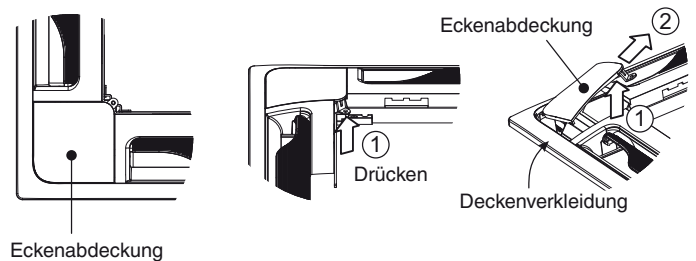

Abb. 7-6
- (2) Abnehmen der Eckenabdeckung
- a) Die Verriegelungen in Pfeilrichtung ① verschieben, um die Scharniere abzutrennen (3 Stellen). Das Lufteinlassgitter nun in Pfeilrichtung ② abnehmen. (Abb. 7-6)